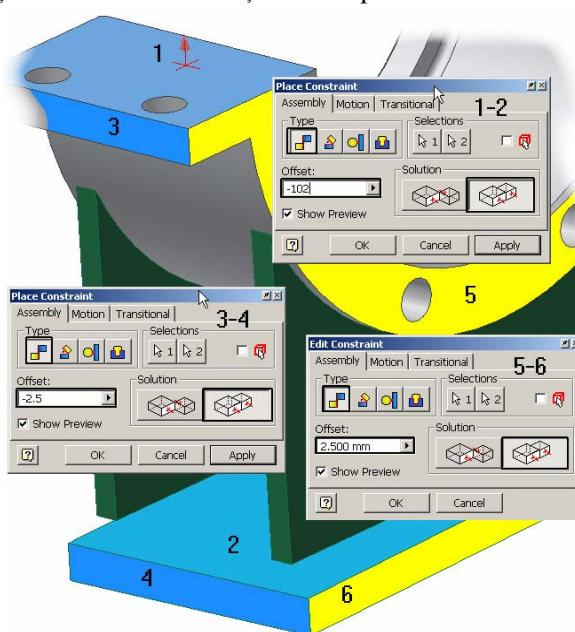

Figura 3.2.14.
- aliniere **Type - Mate, Solution - Flush, Offset = -102** plan superior **semicadru** cu plan superior **placă de bază** – lansare comandă **Constraint**, click punctul 1, click punctul 2, butonul **Apply**, figura 3.2.14.
- aliniere **Type - Mate, Solution - Flush, Offset = -2.5** plan vertical stânga **semicadru** cu plan vertical stânga **placă de bază** – lansare comandă **Constraint**, click punctul 3, click punctul 4, butonul **Apply**, figura 3.2.14.
- aliniere **Type - Mate, Solution - Flush, Offset = 2.5** plan vertical față **semicadru** cu plan vertical față **placă de bază** – lansare comandă **Constraint**, click punctul 5, click punctul 6, butonul **Apply**, figura 3.2.14.